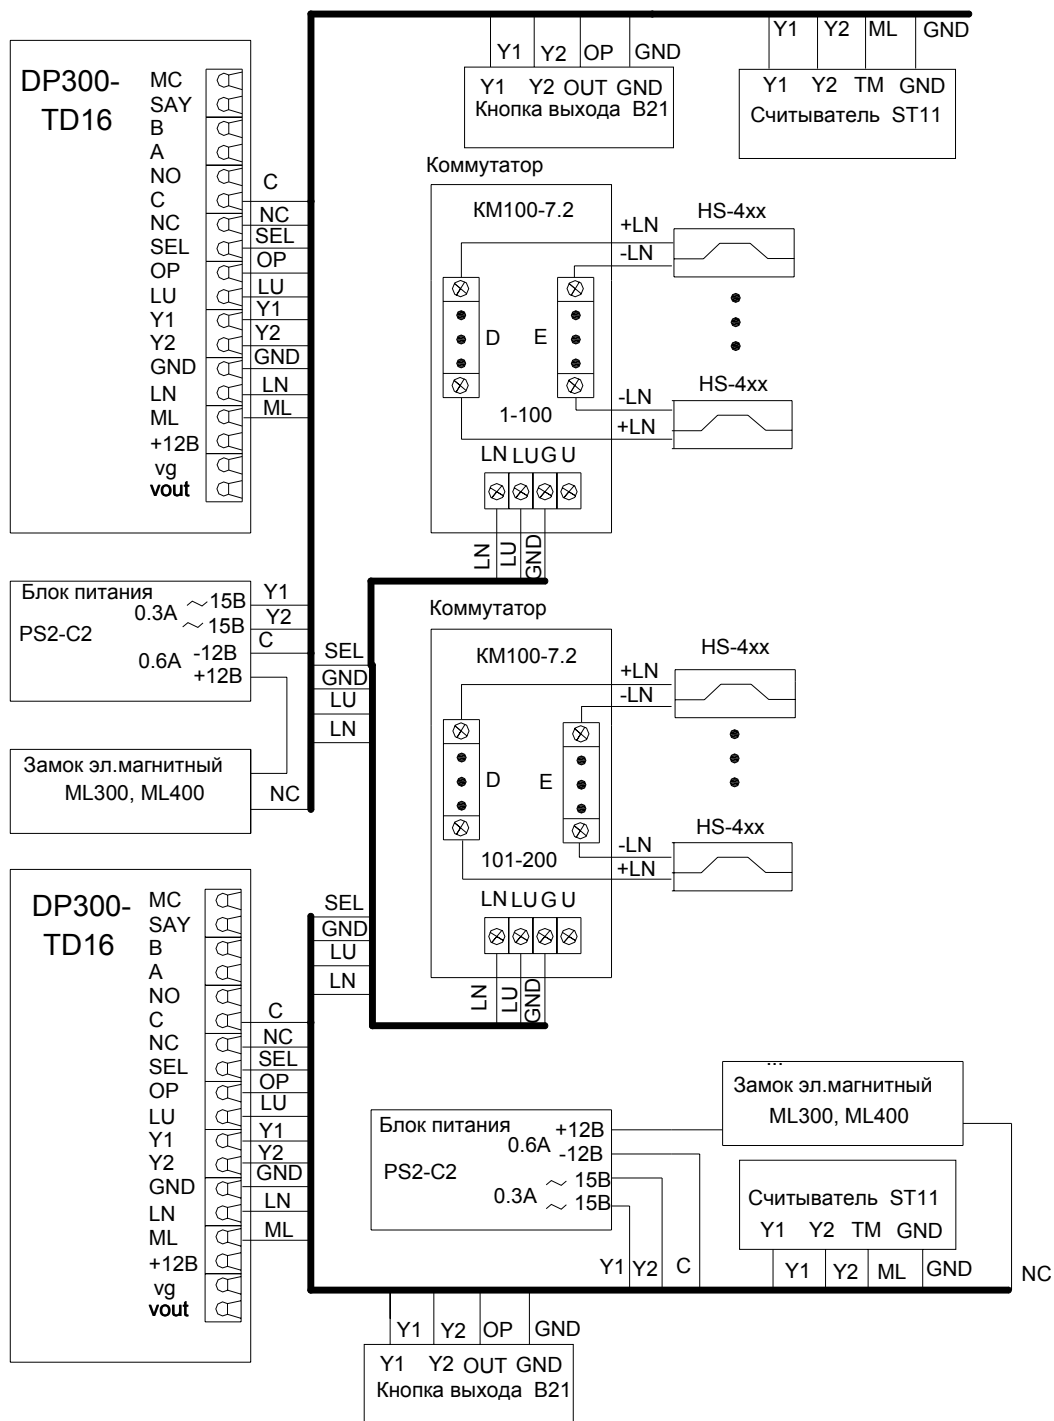

Рис.3 Пример схемы подключения DP300-TD16 в составе домофонного комплекса.
- "занято" – показывает, что разговорная линия занята другим блоком вызова, параллельно подключенному к данному блоку вызова (см.рис. 3)
Блок вызова соединяется с остальными блоками системы согласно приведенной монтажной схеме (рис.3).
Блок питания подключается к замку и блоку вызова согласно приведенной монтажной схеме (рис.3). Блок питания и коммутатор имеет специальные клеммные колодки для подключения проводов с соответствующими обозначениями. Для подключения блока питания к сети 220 В **обязательно(!)** должна быть установлена розетка.
С абонентскими пультами коммутатор соединяется согласно приведенной монтажной схеме (рис.3) по двум десятипроводным шинам, проложенным в стояке
Пульт подключается к соответствующим проводам (клемма «+» пульта к шине десятков D0..D9 коммутатора, клемма «-» к шине единиц E0..E9 коммутатора). Схема соединений блоков комплекса приведена на рис.3.
Электромагнитный замок подключается к блоку питания и к блоку вызова согласно схеме на рис.3. Цепи коммутации электромагнитного замка в блоке вызова содержат схему размагничивания. При подключении следует соблюдать полярность напряжения, указанную на схеме, во избежание выхода из строя блока вызова.